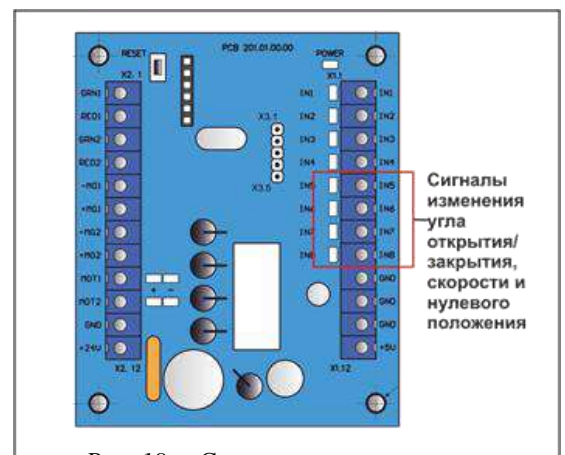

Рис. 18 – Сигналы изменения угла поворота на контроллере PCB 201
6. Проверить состояние сигналов (Рис.18) на контроллере PCB 201 – клеммы: IN5, IN6, IN7, IN8 при повороте ротора или калитки: